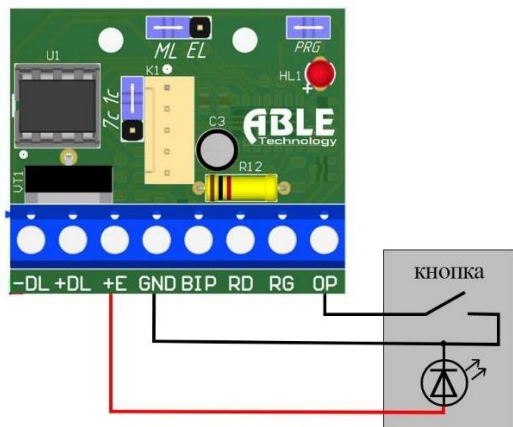

Рис. 9 Підключення кнопки
Контролер сумісний тільки з кнопками, що мають нормально розімкнені контакти (NO) для керування замком. Керуючі контакти слід підключити на клеми OP та GND (полярність не має значення). Також на ці контакти можна підключати додаткові пристрої керування (домофон та ін.). Якщо кнопка виходу має підсвітку, то контакти живлення підсвітки слід підключити до клем +E та GND (рис. 9).